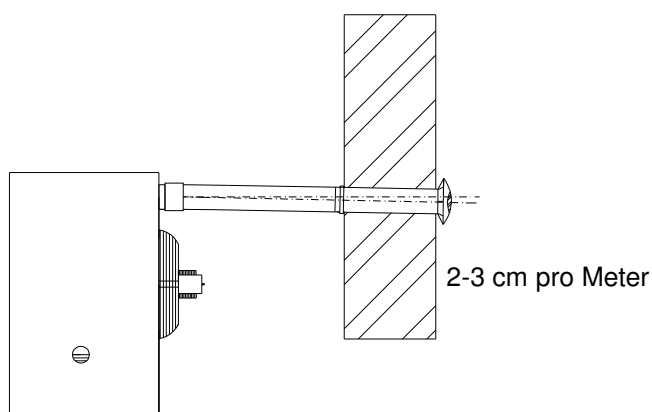

Abb. 16 – Gefälle horizontale Rohre
- ☞ Bei der Installation horizontaler Abgasrohre mit Länge über 1 Meter muss das Abgasrohr mit einem Gefälle von 2 oder 3 cm pro Längenmeter installiert werden, um zu vermeiden, dass Kondensattropfen ins Gerät gelangen (siehe Abb. 16). Für eine korrekte Installation der äußeren Endstücke für die Abführung der Verbrennungsprodukte und die Verbrennungsluftzufuhr siehe Hinweise in Abb. 17.